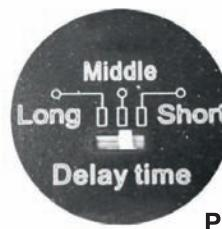

Рис.4
- Long). Регулируется с помощью переключателя, расположенного на тыльной стороне картриджа затемнения (см. рис. 4).